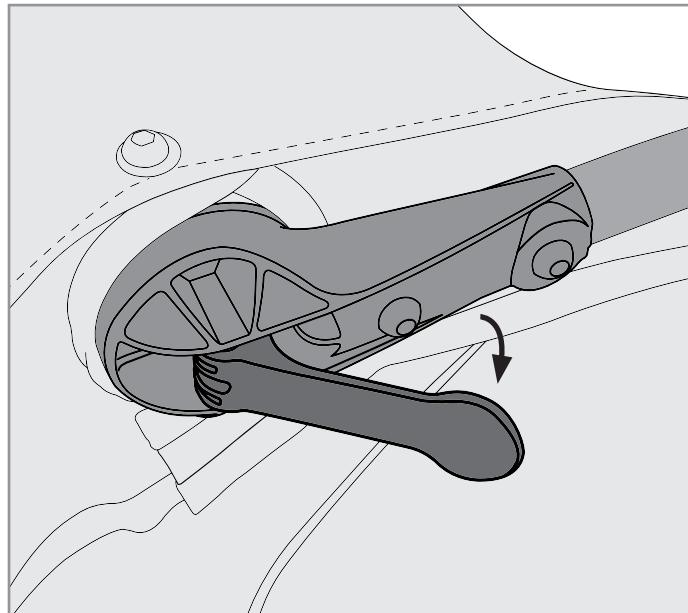

Figure 23
- Stroll / Jog mode:** The roll bar* may be rotated to serve as a handlebar while trailer is in strolling or jogging mode (Figure 22B). Pull lever to rotate (Figure 23).
- Schiebe-/Laufmodus:** Der Überrollbügel* kann umgedreht und als Griffstange genutzt werden, wenn der Anhänger geschoben wird (Abbildung 22B). Ziehen Sie den Hebel, um die Griffstange zu drehen (Abbildung 23).
- Mode promenade :** l'arceau de sécurité* peut être tourné pour servir de guidon lorsque la remorque est en mode promenade (Figure 22B). Tirez le levier pour tourner (Figure 23).